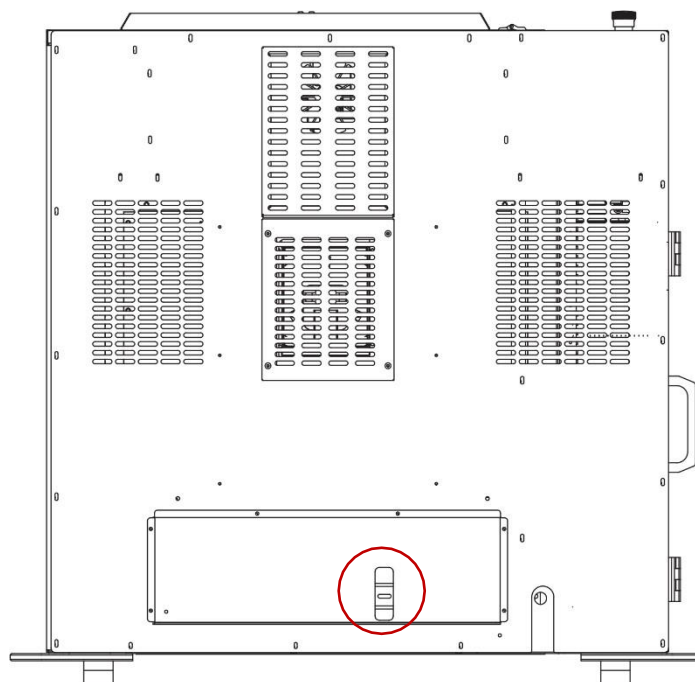

Рис. 55 Расположение главного выключателя (с плавким предохранителем)
4. Установить плавкий предохранитель на задней стенке принтера в положение ON (ВКЛ.) (рис. 55).